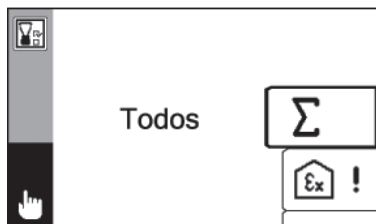

Fig. 11: Aparelho utilizado de-
- Surge o menu **Verificação do funcionamento** (fig.11) logo que o dispositivo de ensaio deteta o equipamento.